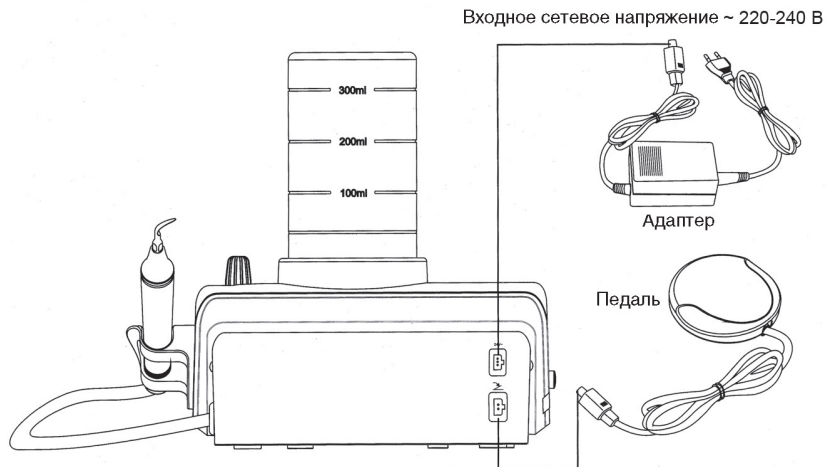

Рис. 3
- c) Вставьте разъем педали в соответствующее гнездо (см. рис. 3).